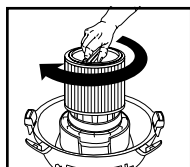

FIGURA 14
21. Sostenga la tapa del depósito con una mano, gire la manija del retenedor del filtro en el sentido de las agujas del reloj para ajustarlo, asegurando el filtro en su lugar. **FIGURA 14.**